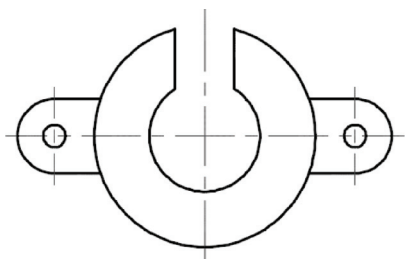

图 4-49 修剪结果
修剪结果如图 4-49 所示。修剪操作中可设置边选项来确定对象是在另一对象的延长边处进行修剪。本例中，默认的边选项为“无”（表示无延伸），如果要更改默认的边选项，则在“选择要修剪的对象，或按住〈Shift〉键选择要延伸的对象，或 [栏选(F)/窗交(C)/投影(P)/边(E)/删除(R)/放弃(U)]:”提示下选择“边 (E)”选项，接着在“输入隐含边延伸模式